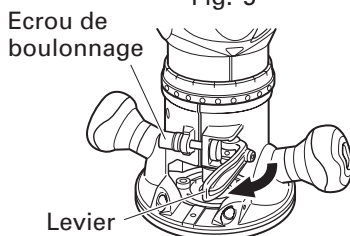

Fig. 6
- (3) Serrer le levier jusqu'à ce que l'on sente un dé clic. (Fig. 6)